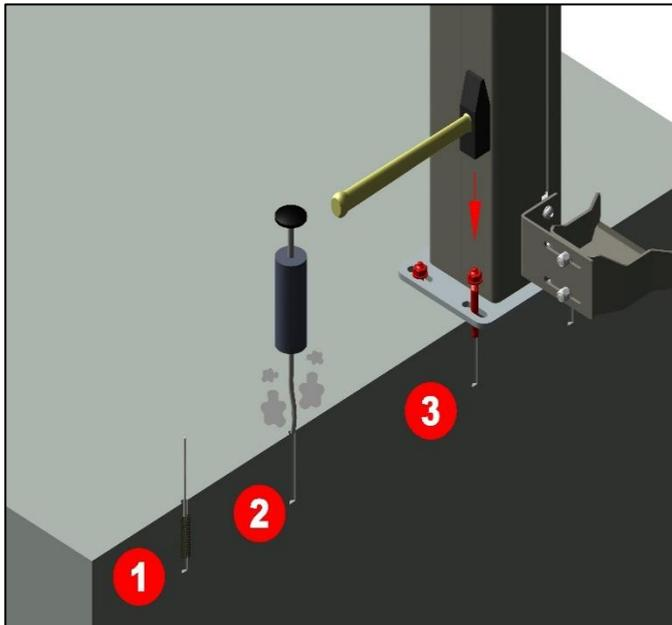

Abbildung 17: Bohrungen reinigen, Schlaganker einsetzen
4. Bohrungen mit einer Bürste reinigen (1) und alle Staub- und Schmutzrückstände mit einer Luftpumpe entfernen (2). Siehe *Abbildung 17: Bohrungen reinigen, Schlaganker einsetzen*.
5. Schlaganker einsetzen (3). Siehe *Abbildung 17: Bohrungen reinigen, Schlaganker einsetzen*.